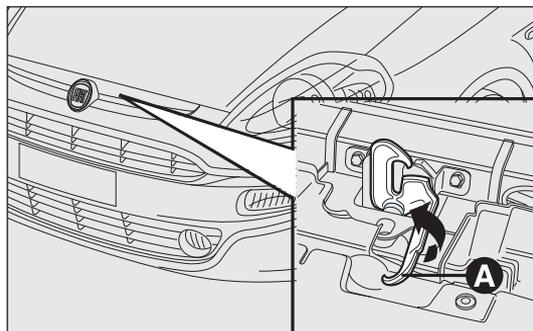

fig. 109
- tirer la manette A-fig. 109 comme indiqué sur l'illustration ;